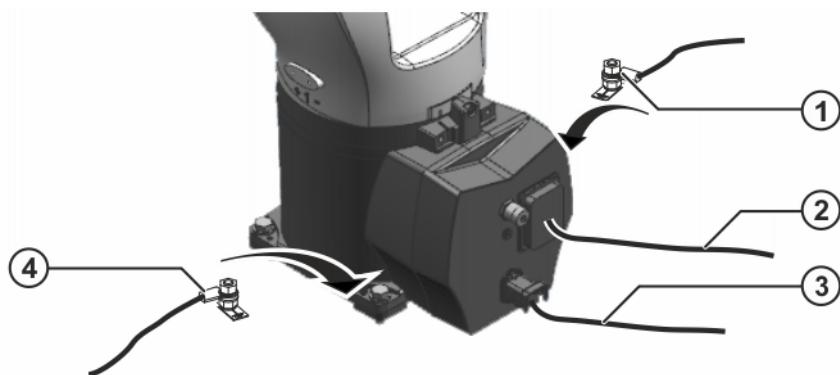

Abb. 7-6: Verbindungsleitungen anschließen
- KR C5: XF31 an Anschluss X31Beim Anschließen der Datenleitungsstecker ist darauf zu achten, dass der Stecker am Roboter richtig verriegelt ist. Die richtige Verriegelung wird durch Verschließen des Bügels erreicht (>>> Abb. 7-6).